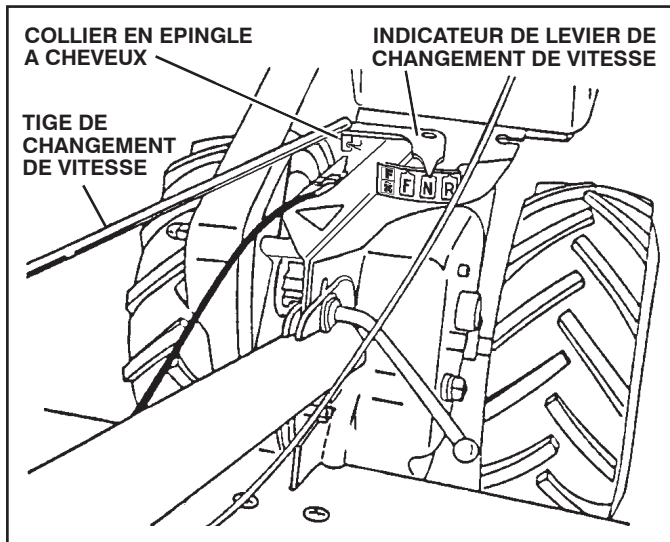

Fig. 7
RACCORDER LA TIGE DE CHANGEMENT DE VITESSE (Voir la fig. 7)
- Assurez-vous que l'indicateur de levier de changement de vitesse est en position point mort ("N") (Voir la fig. 7).